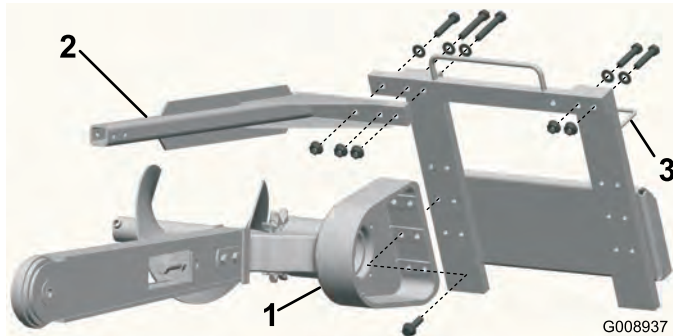

Figura 7
2. Retire los 6 pernos que fijan el cabezal de la zanjadora al bastidor (Figura 7).
4. Fije el cabezal al bastidor con los 6 pernos que retiró anteriormente (Figura 7).
6. Retire los 3 pernos, las arandelas y las tuercas de la barra de seguridad y retire la barra (Figura 7).
7. Retire los 2 pernos cortos, las arandelas y las tuercas que fijan el lado derecho del bastidor superior y muévelos a los taladros correspondientes de la izquierda (Figura 7).
8. Instale la barra de seguridad sobre la cadena de la zanjadora usando los 3 pernos, las arandelas y las tuercas que retiró anteriormente (Figura 7).
10. Mueva los manguitos desde la guía que está encima de la zanjadora hasta la guía del lado izquierdo (Figura 7).